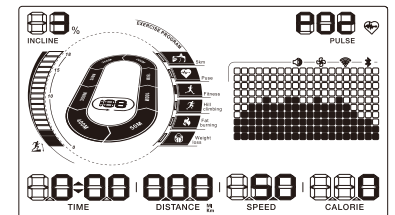

图24
2. 我们为您在面板上设置了健身训练程式快捷键。(图24所示)